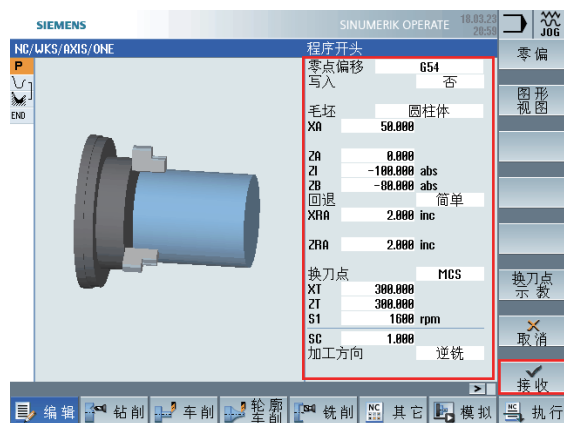

图 16
(1) 创建一个名为“AXIS”的新工件和一个名为“ONE”的工作计划，并设置程序头和工件尺寸设置参数如图 16 所示。设置完参数按  键完成程序头和工件尺寸设置。